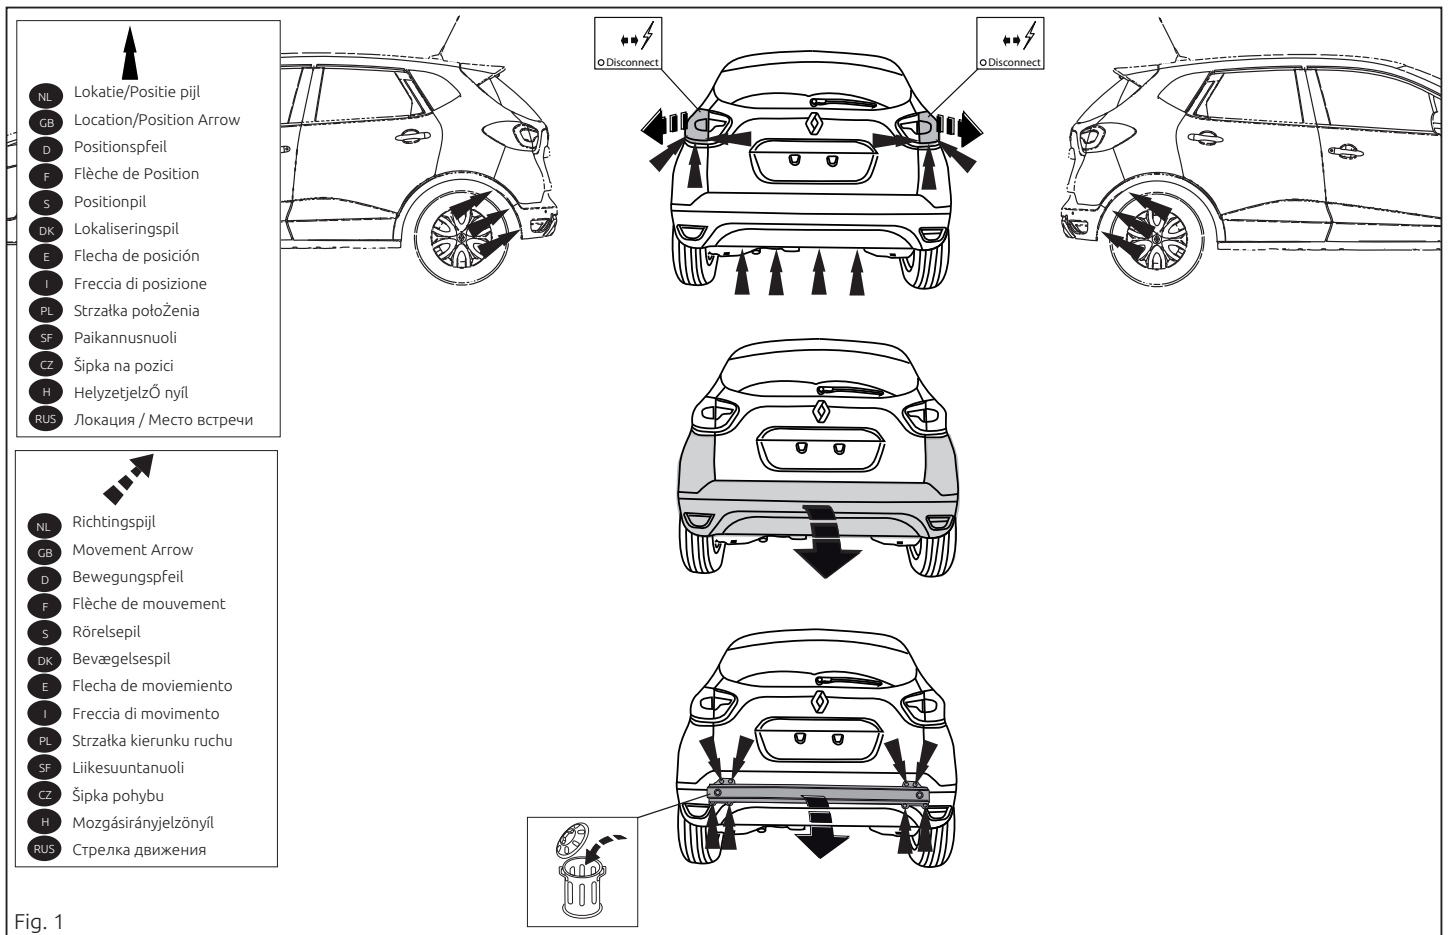

Fig. 1
1. Remove the rear-light units. Remove the bumper and the steel buffer beam from the vehicle. See figure 1.
1. Die Rücklichter abmontieren. Die Stoßstange einschließlich des stählernen Stoßbalkens vom Fahrzeug abmontieren. Siehe Abbildung 1.
la traverse en acier. Voir la figure 1.